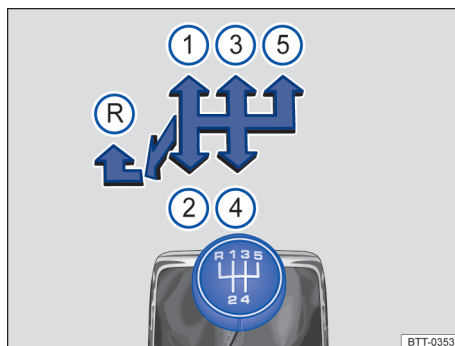

Fig. 84 Esquema de la transmisión manual de 5 marchas.
Las posiciones de cada marcha están representadas en la palanca de cambios → fig. 84.
- Empujar la palanca de cambios totalmente hacia la izquierda y después hacia adelante hasta la posición de la marcha atrás → fig. 84 (R).